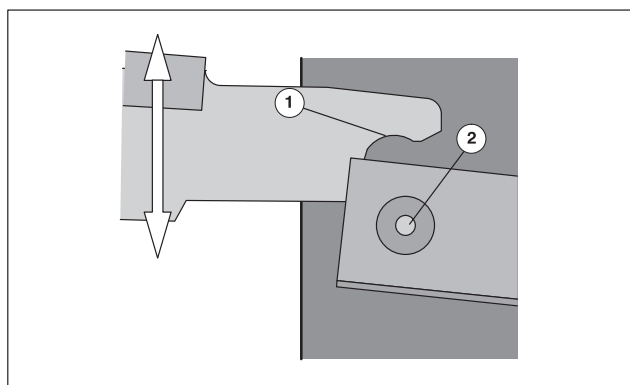

Рис. 46 Крепежная шина
- ➌ Выдвижную тележку придвинуть к машине так, чтобы оба конца крепежной шины (Рис. 46/➊) располагались напротив направляющих болтов машины (Рис. 46/➋).
- ➏ Верхнюю часть тележки опускать, пока выемки в направляющих рельсах выдвижной тележки (Рис. 46/➊) не сядут на болты машины (Рис. 46/➋).